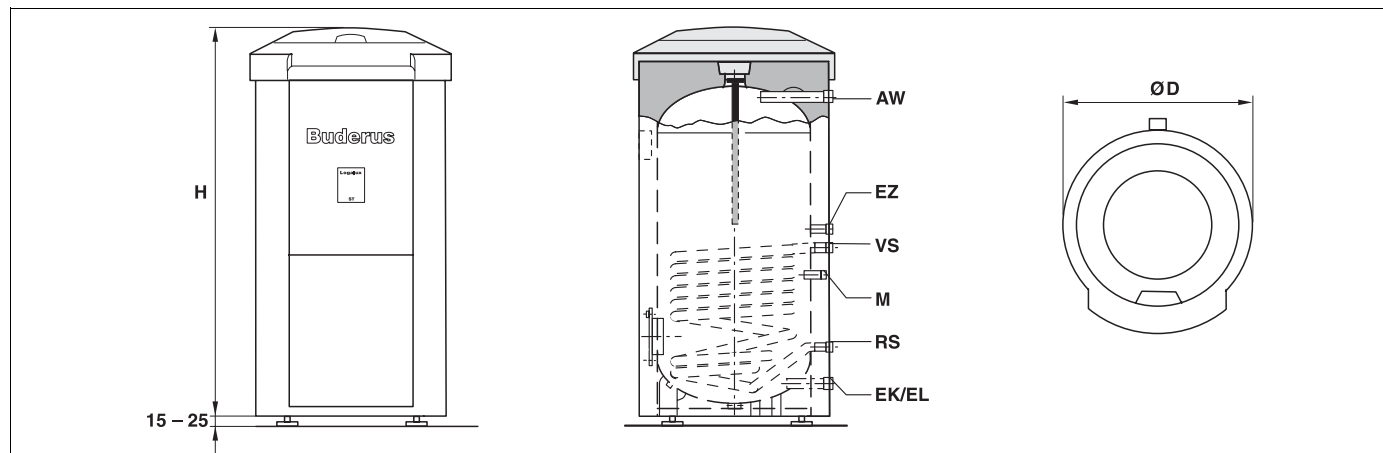

Fig. 2 Dimensions et raccords (dimensions en mm)
- Doigt de gant pour l'installation d'une sonde de température ECS (fig. 2, page 7, **M**)
L'échangeur thermique à tubes lisses (fig. 2, page 7) transmet l'énergie de l'eau de chauffage à l'eau alimentaire contenue dans le réservoir du préparateur. Le contenu du préparateur est tempéré de manière homogène.